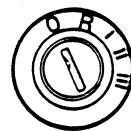
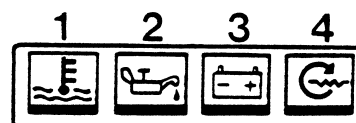

Fig. 43. Serrure de clé de contact sur le tableau de bord, TAMD60, TAMD70
Fig. 44. Lampes témoin sur le tableau de bord, TAMD60, TAMD70
5. **TAMD60, TAMD70** : tourner la clé de contact en position de marche 1, fig. 43. Contrôler que les lampes témoin de température du liquide de refroidissement (1, fig. 44), de pression d'huile (2) et de charge (3) se sont allumées.